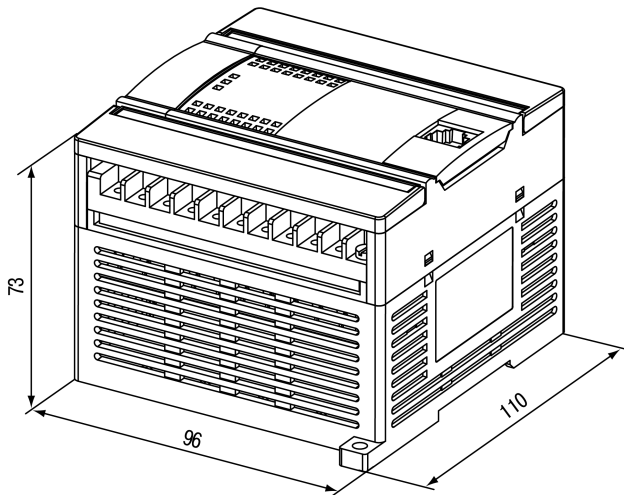

Рисунок 4.1 – Габаритный чертеж
1. Убедиться в наличии свободного пространства для подключения прибора и прокладки проводов (см. и рисунок 4.1).